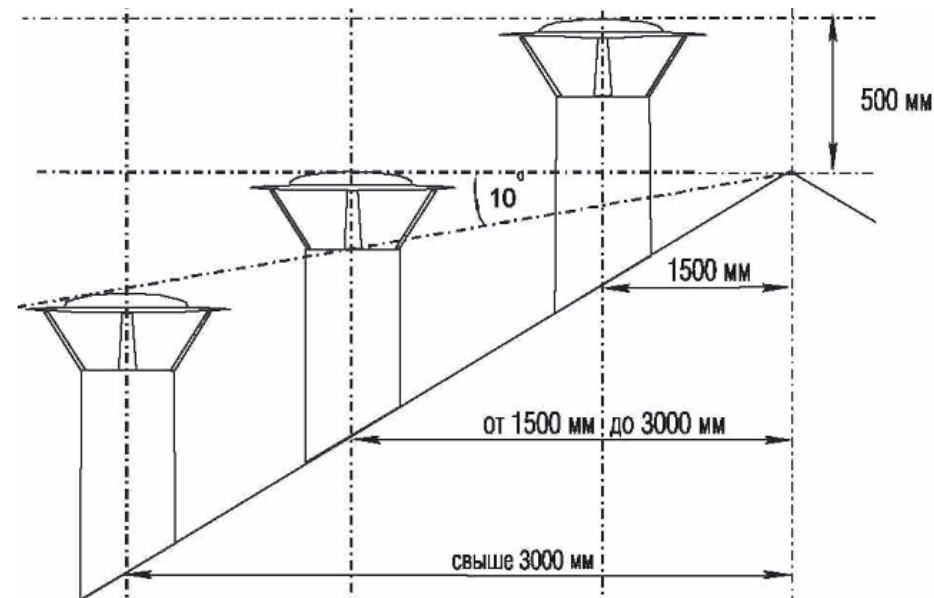

Рис.6. Определение высоты наружной части дымовой трубы
6.8. Возвышение дымовых труб над кровлей следует принимать (см. рис. 6):
7.15. В соответствии с вышеперечисленными требованиями к дымоотводящим каналам и (рис.6) настоящего руководства, определить высоту дымовой трубы, гарантирующую стабильность тяги. Закончить сборку, установив последний «сэндвич», а на него - зонт-оголовок или дефлектор.